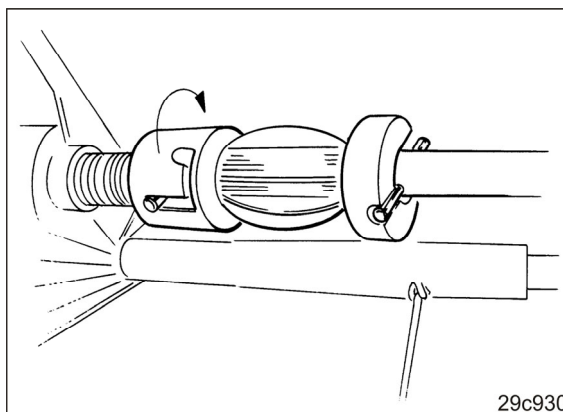

Fig. 210
1. Koble inn såakselens venstre halvdel (Fig. 210)